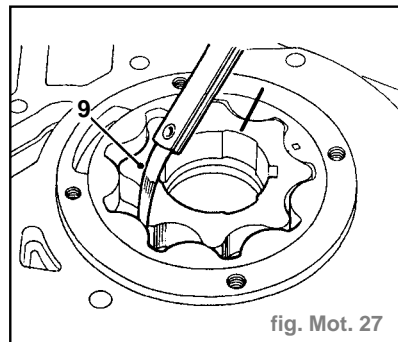

fig. Mot. 27
- A l'aide de cales d'épaisseur, contrôler le jeu entre les bossages des rotors intérieur (9) et extérieur (fig. Mot. 27) :